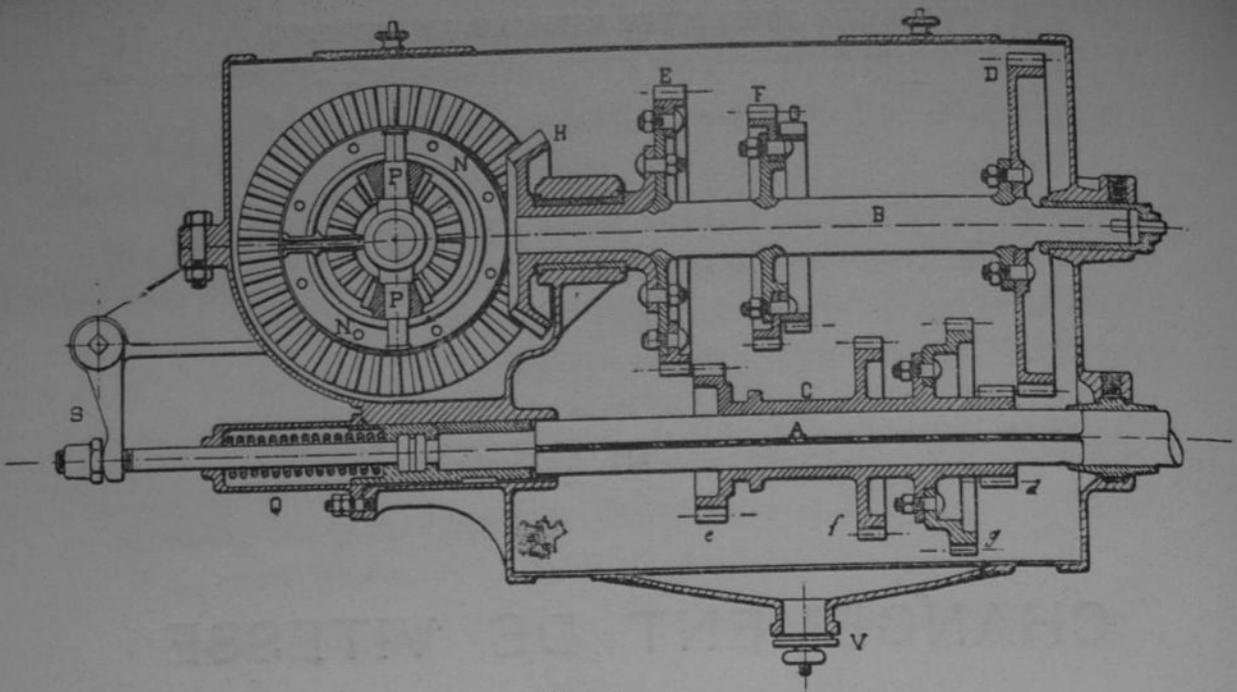

Fig. 32.
Le débrayage (*fig. 32*) se fait par l'action d'une fourchette S agissant sur le bout de l'arbre inférieur par l'intermédiaire d'une petite tige portant un écrou de réglage.
**Changement de marche par double roue d'angle.** — Sur la boîte du différentiel (*fig. 32 bis*) sont montées deux roues d'angle. On peut amener en prise l'une ou l'autre de ces roues avec le pignon d'angle monté sur l'arbre secondaire; on fera donc tourner la boîte du différentiel et, par suite, les roues arrière de la voiture tantôt dans un sens, tantôt dans l'autre.
Fig. 32 bis. Changement de vitesse.